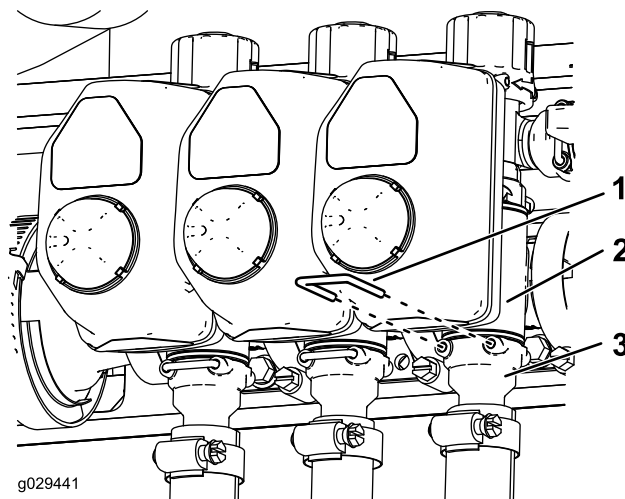

Рисунок 1
4. С правой стороны машины, позади бака, демонтируйте вилки с 3 штуцеров шлангов и отсоедините штуцеры шлангов от клапанов секций (Рисунок 1).